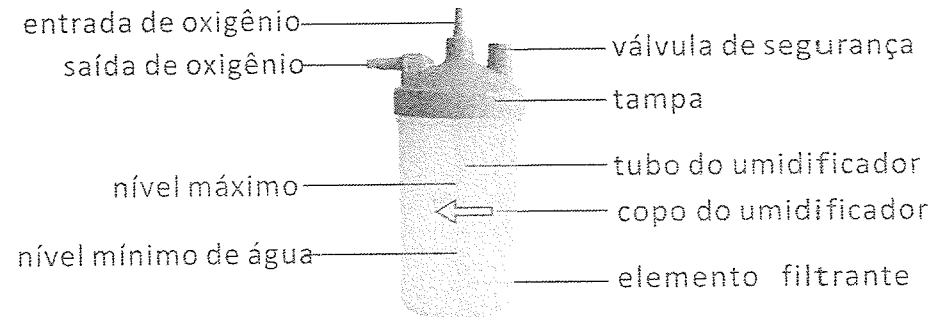

Figura 4: componentes do umidificador
1. Desrosqueie a tampa o copo do umidificador, girando-a em sentido horário. Encha o copo com água filtrada ou fervida (ou destilada) até o nível entre o máximo e mínimo. NÃO encha o copo do umidificador acima do nível máximo. (Figura 4)